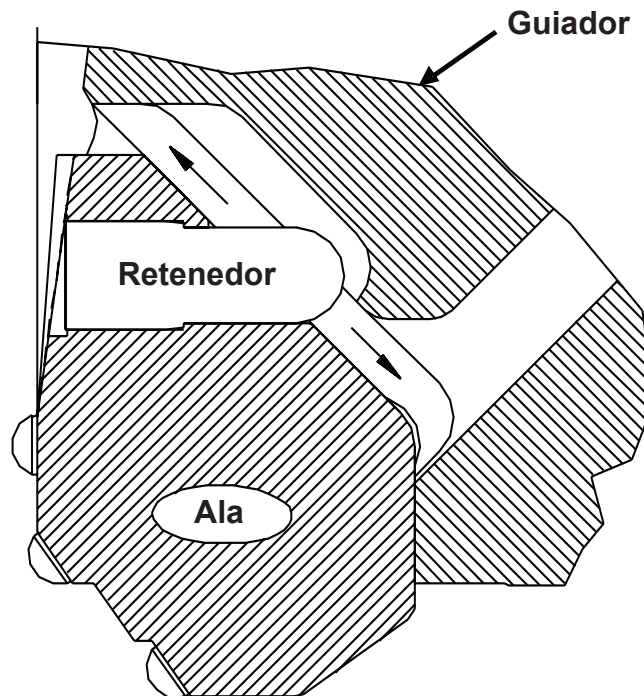
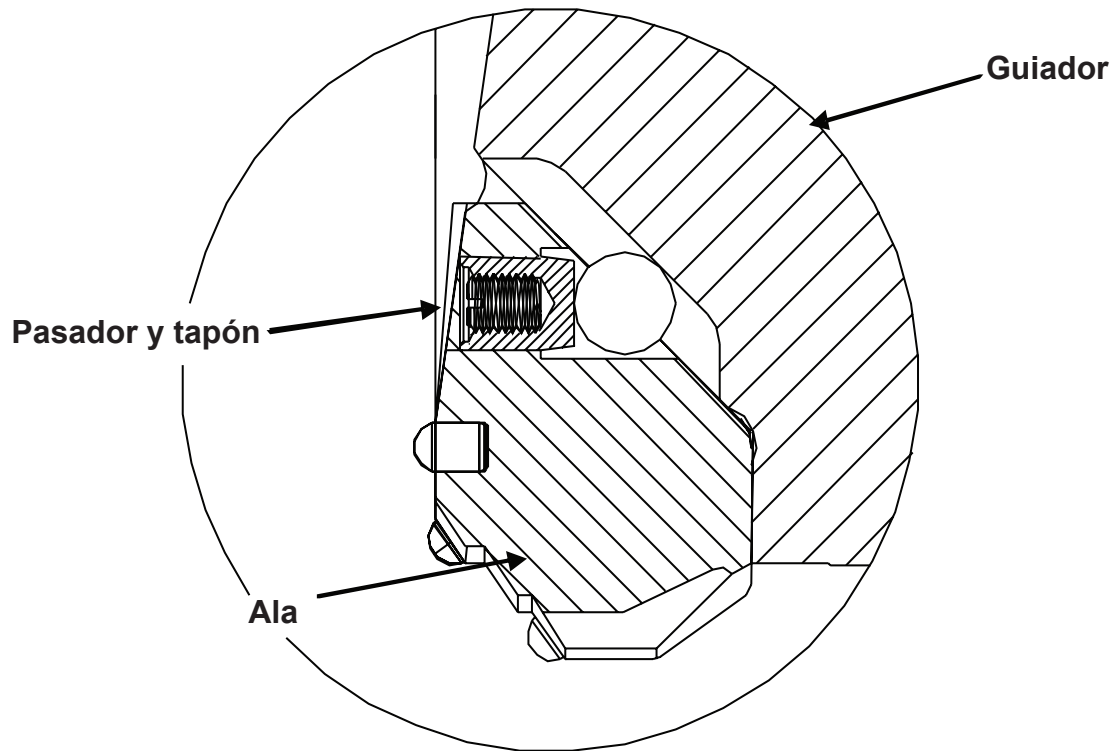

Figura 6. Tipos de Retenedores
Figura 7. Pasador y tapón Retenedor
1. La remoción del ala para este tipo de broca es la misma que la arriba descrita (para alas con retenedores). **(Figura 6)**. La única diferencia es que en vez de tener un Pasador sólido, tiene un Pasador más corto y un tapón. El Pasador esta encajado en el ala y el tapón esta bajo el interior Pasador, y la otra mitad en la ranura del guiador. **(Figura 7)**
Los Pasadores deben ser lubricados con un aceite o grasa apropiada para facilitar el ensamblaje. **(Figura 6)**
Empuje el ala hacia arriba al centro del Guiador, hasta que los tapones puedan ser colocados dentro de los orificios al fondo de las alas. Con los tapones en posición, permita a las alas caer a su posición de corte y, ensamble los Pasadores de la parte superior del ala como se describe arriba. **(Figura 7)**